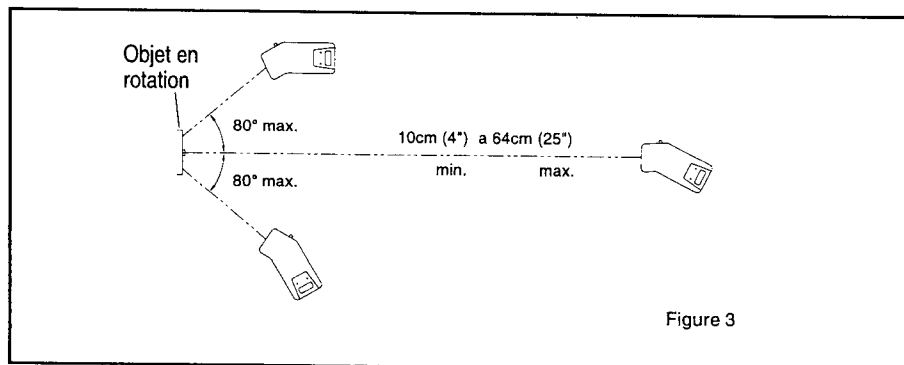

Figure 3
3. Pointez le 780 vers l'objet qui doit être mesuré en restant dans la limite de distance et d'angle de la Figure 3.